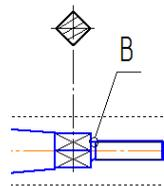

Рис. 43
23.7 Указать область и вынести обозначение на чертеже как показано на рис. 43